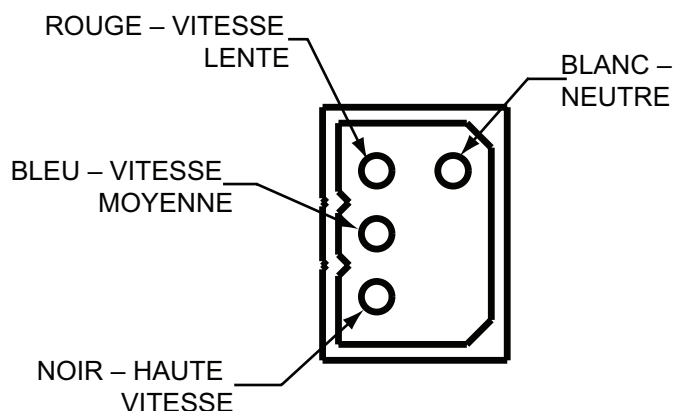

Figure 21 : Câblage de la hotte avec un ventilateur en ligne
4. Branchez les fils d'alimentation électrique aux fils de la hotte dans l'ordre suivant : le noir avec le noir, le blanc avec le blanc et le fil vert à la vis verte de mise à la terre du bâti. Utilisez les capuchons de connexion à ressort fournis. (Les capuchons de connexion perdus ou manquants ne devraient être remplacés que par des capuchons de connexion à ressort cotés pour un minimum de deux (2) câbles no 18ga et un maximum de quatre (4) câbles no 14ga, cotés UL & CSA à 600V et 302° F./150° C.)
6. Faites passer les cinq (5) fils (no 14 AWG) dans le conduit de 1/2", du ventilateur en ligne au connecteur du deuxième conduit.
7. Branchez le ventilateur en ligne aux câbles en tire-bouchon (étape 6), comme illustré à la Figure 21. Branchez le fil vert (mise à la terre) du ventilateur en ligne à la vis de mise à la terre de la boîte de connexion.